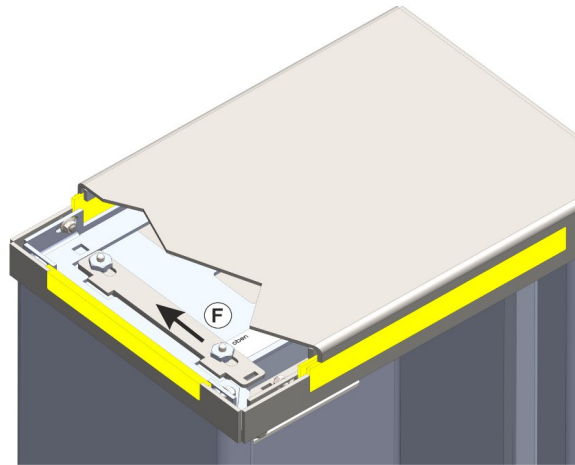

Abb. 25: Verriegeln der Haube des Säulendachs DA950-3
- ◆ Danach erfolgt das Aufsetzen der Haube des DA950-3. Bitte beachten Sie, dass dazu die beiden Verriegelungsschienen (F) nach vorn geschoben sind. Zur Verriegelung der Haube werden die beiden Verriegelungsschienen (F) nach hinten geschoben. (siehe Abb. 25)